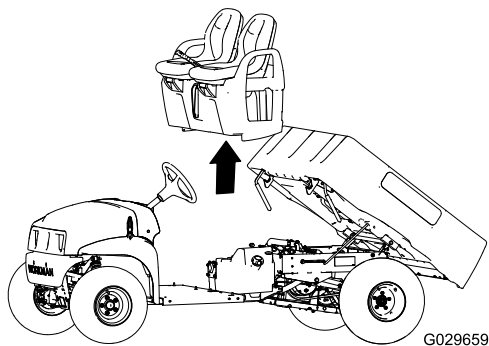

図 52
- 座席と座席ベースを機体上に降ろしてブレーキケーブルをシャーシに沿って配置する 図 51 と 図 52。
- 座席ベースについている穴を、フロアプレートの穴と後キャブチャンネルの穴に合わせる 図 51 と 図 52。